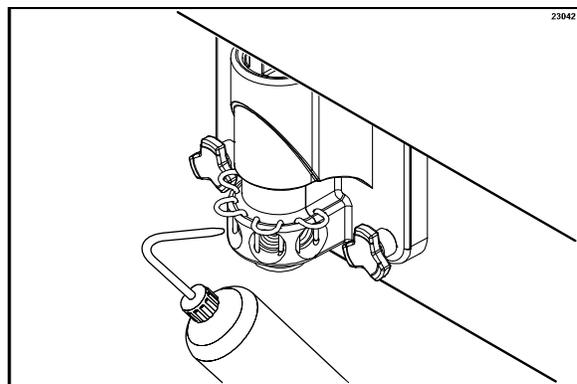

图 57
13. 在挤压瓶内加满清洗液，在冷冻门下面放置一个桶，将挤压瓶的插管端插入糖浆出口并用力挤压瓶子。这将迫使消毒液从邻近的糖浆口流出并向下流过搅拌头的周围。应对每个糖浆口进行这一步骤至少10秒钟。（见图 57。）